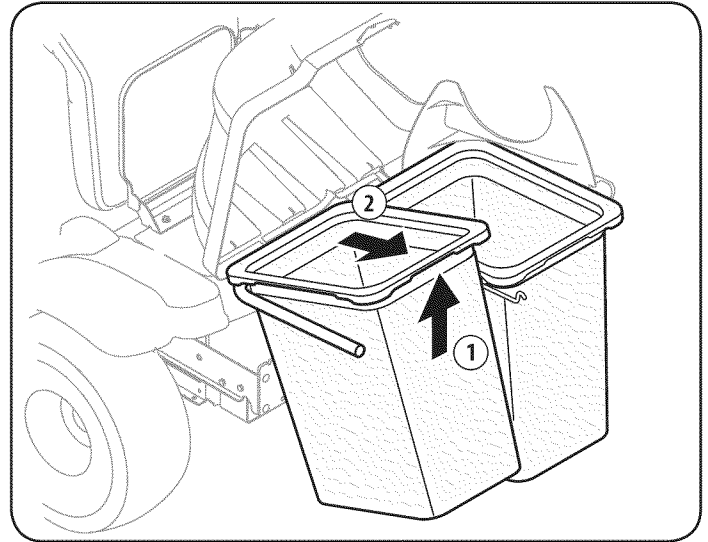

Figura 30
3. Eliminar los cubos de la hierba por levantarlas hasta (1 en la figura. 30) y fuera de la asamblea de apoyo bin (2).